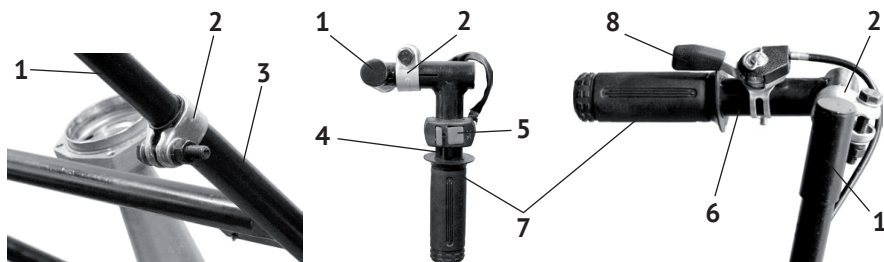

рис.2
3.1 Установка стоек с рукоятками управления см. рис.2:
- вставить стойки (рис.2 поз.1) ручек управления в отверстия рамы (рис.2 поз.3) на одинаковую, удобную для работы высоту (на уровне талии);
- закрепить стойки хомутами (рис.2 поз.2), используя крепёжные болты;
- надвинуть ручки управления (рис.2 поз.4 и 6) на стойки так, чтобы рычаг дроссельной заслонки (рис.2 поз.8) и выключатель зажигания (рис.2 поз.5) располагались в удобном положении;
- закрепить ручки (рис.2 поз.4 и 6) хомутами (рис.2 поз.2), используя крепёжные болты.